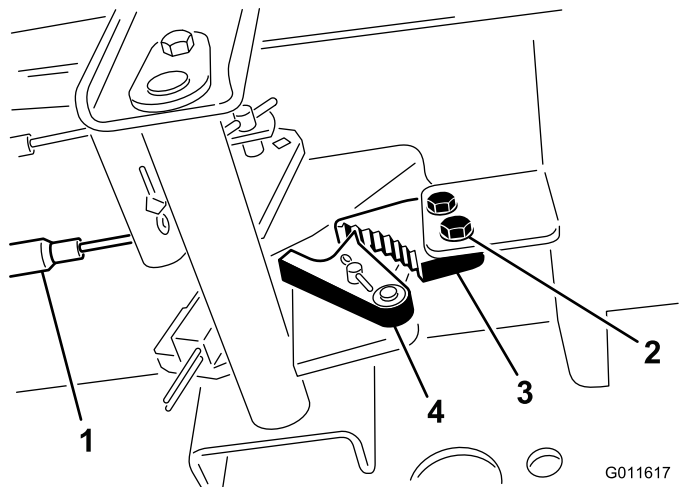

图 114
2. 松开将驻车刹车闸固定到机架的 2 个螺钉 图 114。
3. 向前踩驻车刹车踏板直到刹车卡槽完全接合刹车闸 图 114。